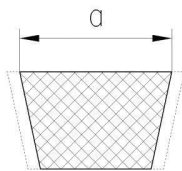

Рис. 22
3. Внимательно осмотрите ремень. Проверьте его на отсутствие механических повреждений. Измерьте ширину ремня  $a$  (Рис. 22). Максимально допустимой степенью износа является уменьшение данного параметра до **30,5 мм**. В случае необходимости замените ремень.